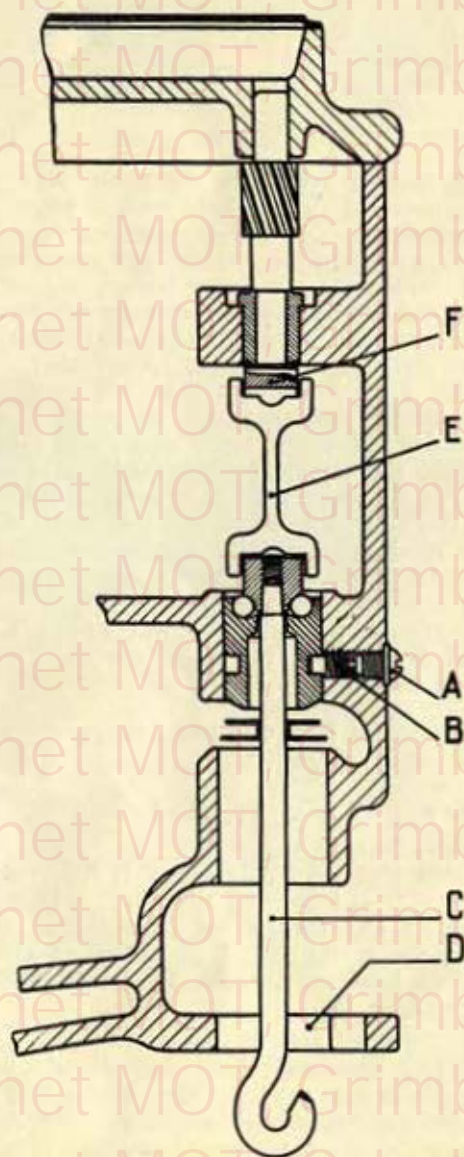

Fig. 21.
Voorschriften voor het vervangen van de ophangspi of voor het vervangen der spilveer N^o 5030 (fig. 21).
- 3^o De tegenvijs (A) (neven het fabriekmerk) uitdraaien om de vijs (B) daaronder, die de spil bevestigt, te ontdekken. Deze vijs eenige toeren losdraaien. De spil (C) aflaten langs het gat in den koordendrager (D).
De spilveer (E) afnemen en ze aan de nieuwe spil plaatsen. De spil langs het gat van den koordendrager insteken, langs waar de gebrekkige uitgenomen werd (zie fig. 21). De spil omhoog brengen en ze eenigszins doen draaien ten einde dat de spilveer behoorlijk terecht komt in de groef in